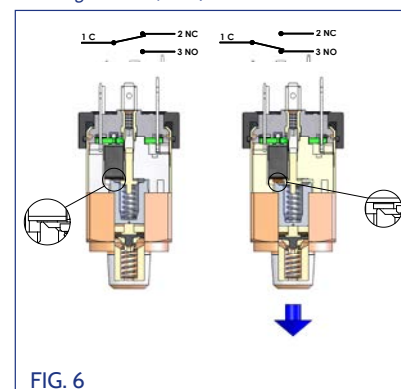

FIG. 6
- Nella versione con CONTATTI IN SCAMBIO (SPDT) di Fig. 3 (Fig. 6 per il vuoto), la pressione esercitata dal fluido sull'elemento separatore, (membrana o pistone), determina invece la commutazione di un microswitch. In quest'ultima versione è possibile utilizzare indifferentemente sia i contatti N.C. che N.O. che entrambi.
- In the version with SPDT contacts (Fig. 3 for Pressure and Fig. 6 for Vacuum), the pressure exerted by the fluid on the separating element (diaphragm or piston) triggers the switching of a microswitch. Either NC or NO contacts, or both, can be used in this version.